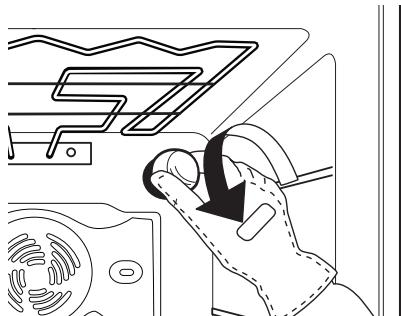

Fig. 8
2. Desaperte a cobertura da lâmpada (fig. 8), substitua a lâmpada (consulte a nota para ver o tipo de lâmpada) e aparafuse novamente a cobertura da lâmpada.